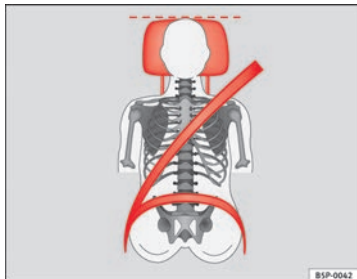
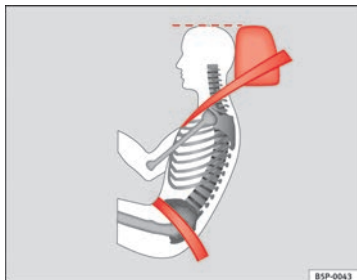

Abb. 3 Richtig eingestellte Kopfstütze von vorne betrachtet
Abb. 4 Richtig eingestellte Kopfstütze von der Seite betrachtet
- Stellen Sie die Kopfstütze so ein, dass sich die Oberkante der Kopfstütze möglichst auf einer Linie mit dem oberen Teil des Kopfes, aber mindestens auf Augenhöhe befindet. ⇒ Abb. 3 und ⇒ Abb. 4.